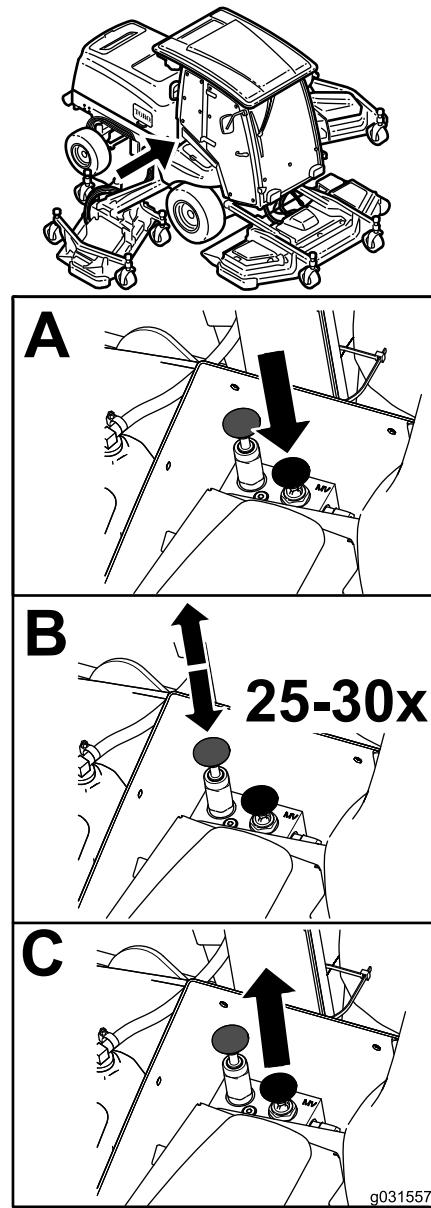

Figura 59
- Válvulas de distribuição (2)
- Solte manualmente o travão de estacionamento automático utilizando a válvula de distribuição e o êmbolo, conforme se mostra na Figura 59.